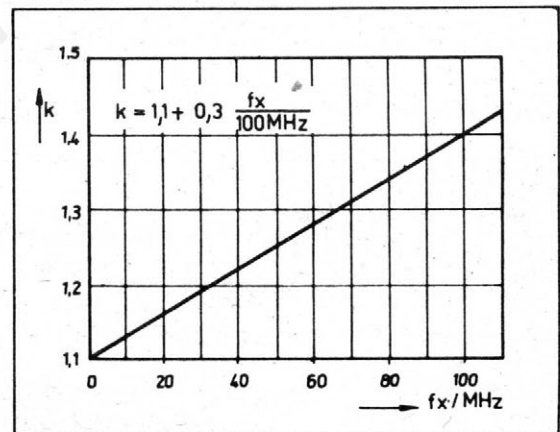

Bild 16: Korrekturfaktor k
- k : Korrekturfaktor nach Bild 16